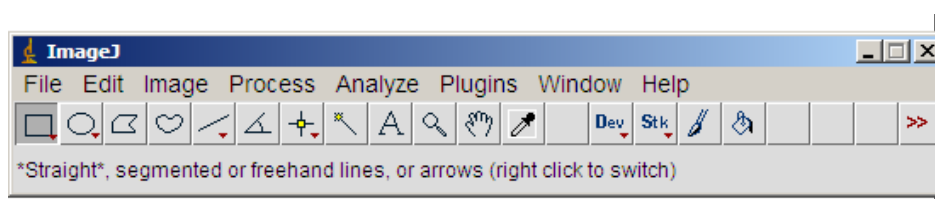

Figura 5 Menú de Image J para seleccionar la línea y trazarla en el papel hidrosensible
5. Con el botón herramientas de imagen se traza una línea horizontal de punta a punta del papel a analizar (Figura 5). Entonces aparecerá un cuadro de diálogo (Figura 6) donde hay que poner la medida real de la línea trazada (si es un papel hidrosensible son 7.6 cm) e indicar también en unidades “centimeters” para que los resultados los exprese en esa unidad. Para que aparezca el cuadro de dialogo hay que seleccionar en el menú principal de Image J “**Analyze**” y después “**Set Scale**” (Figura X).